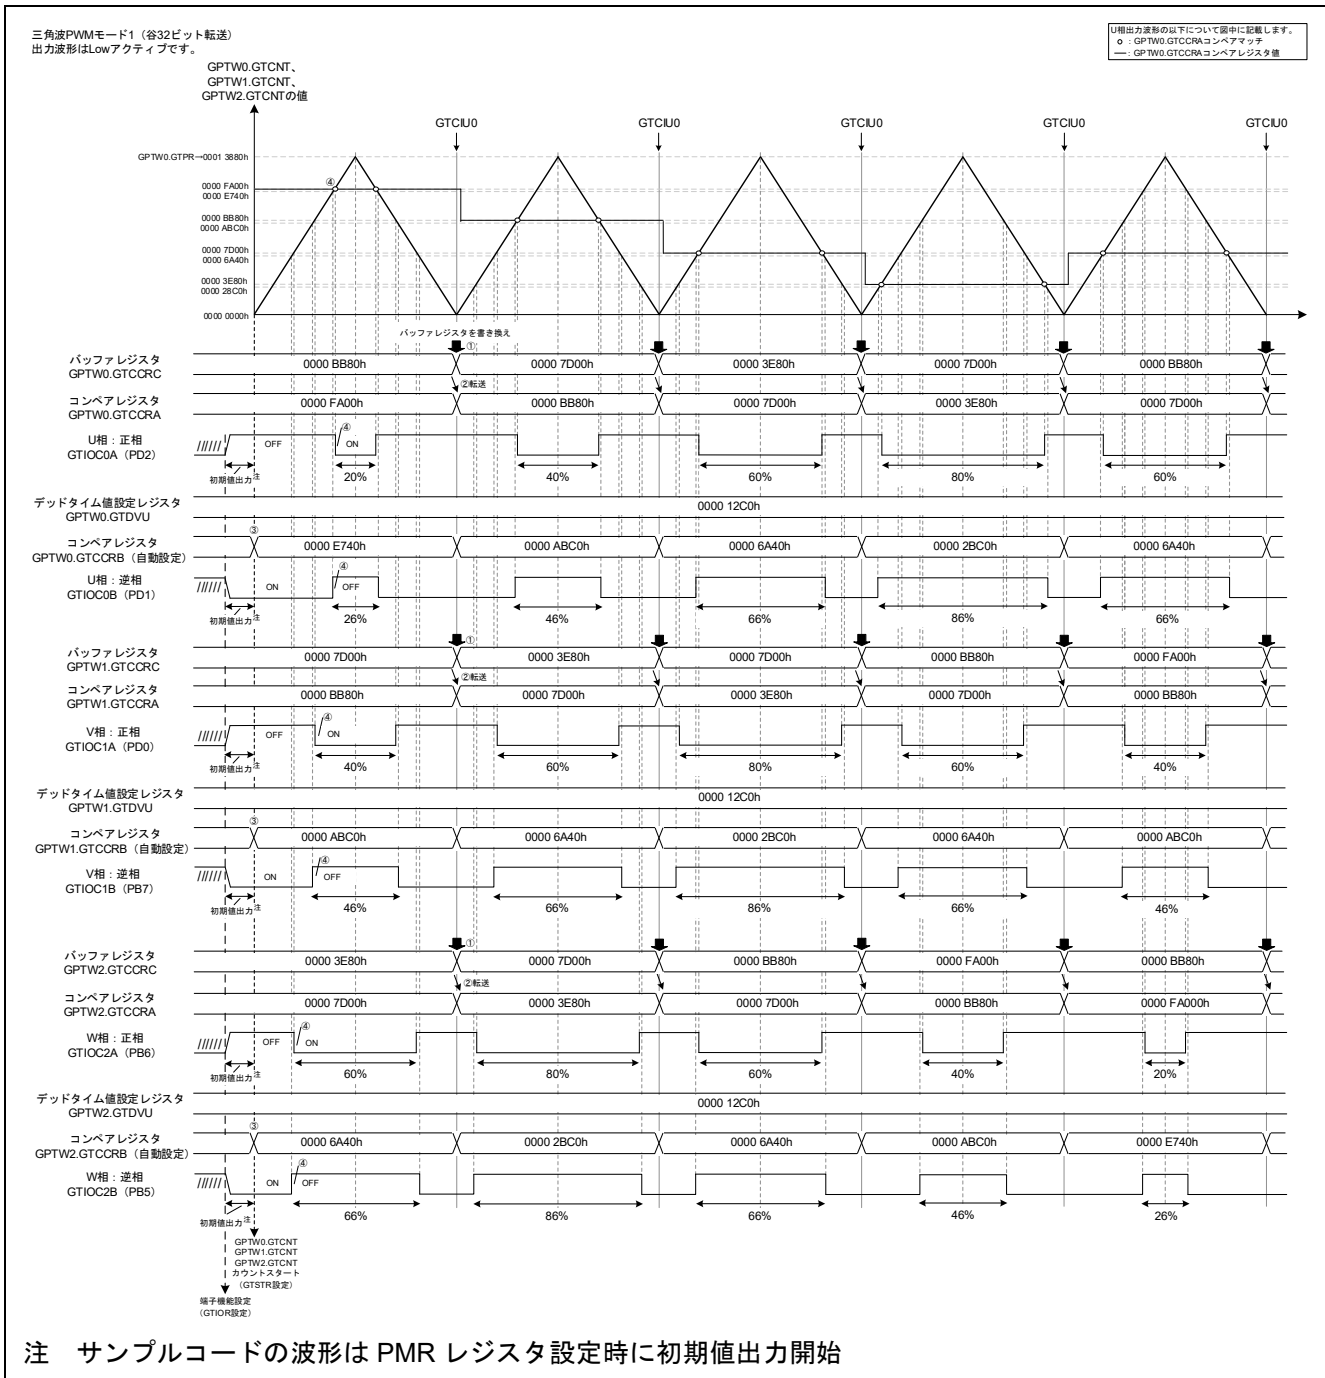

図 4-42 サンプルコードの動作
- デューティの変更タイミングの詳細は図 4-42 を参照
本サンプルコードの動作を図 4-42 に示します。周期ごとにデューティの設定を変更するため、GTCNT カウンタのアンダフロー割り込み (GTCIU0) で、バッファレジスタ GTCCRC の値を書き換えます (図 4-42 ①)。
本サンプルコードは谷で転送を行う三角波 PWM モード 1 を使用しているため、GTCNT カウンタのアンダフロー発生時にバッファレジスタの値をコンペアマッチレジスタ GTCCRA へ転送することにより、データを更新しています (図 4-42 ②)。
また、デッドタイム自動設定を使用しているため、GTCCRB レジスタ値は GTCCRA の更新に応じて自動的に設定されます。GTDVU と GTDVD には同じ値を設定しています。本サンプルコードはカウント開始時に GTCCRB 値が自動設定されます (図 4-42 ③)。
カウント開始後、コンペアレジスタとカウンタレジスタとのコンペアマッチが発生し、逆相出力が OFF、その後、正相出力が ON になります (図 4-42 ④)。